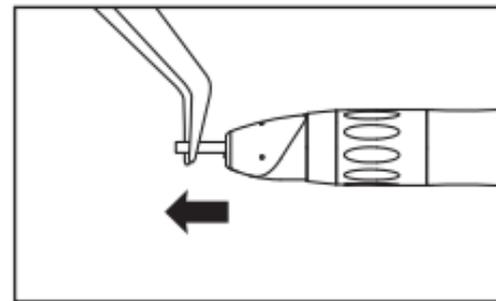

Fig. 10
- Assurez-vous d'effectuer l'étape « 7-1 Nettoyage au moment de l'utilisation ② » avant de retirer la fraise. Si la pièce à main fonctionne sans la fraise, des brûlures peuvent survenir en raison de la chaleur soudaine générée. De plus, l'insertion du moteur risque d'être endommagée, ce qui peut entraîner des difficultés pour brancher et débrancher la pièce à main.
- ③ Retirez la fraise. (Fig. 10)